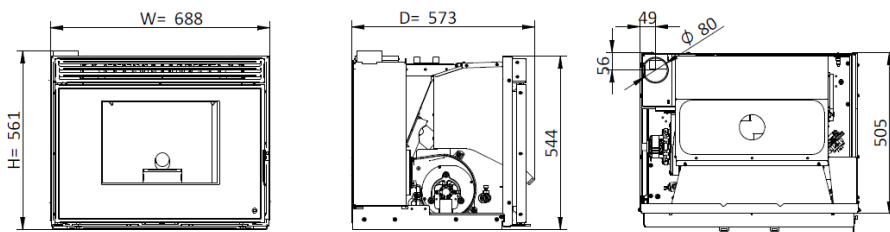
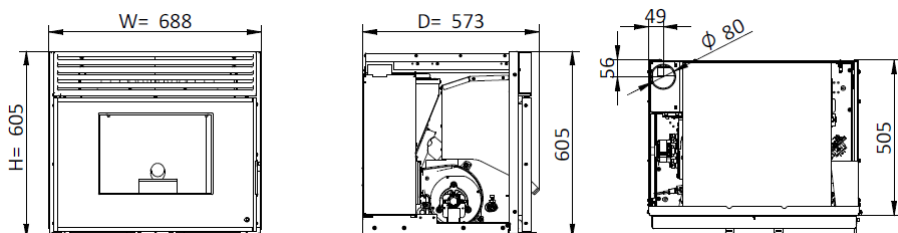

Figura 4 – Dimensiones generales First Insert
Figura 5 – Dimensiones generales First Plus Insert O PI009 Plus
- Como puede ver en la Figura 4 y Figura 5, el insertable cuentan con un marco embellecedor que puede tapar agujeros más grandes para que los equipos sean más polivalentes. El marco tiene un ancho de 44 mm todo alrededor del equipo. Puede ver más información en el apartado 13.